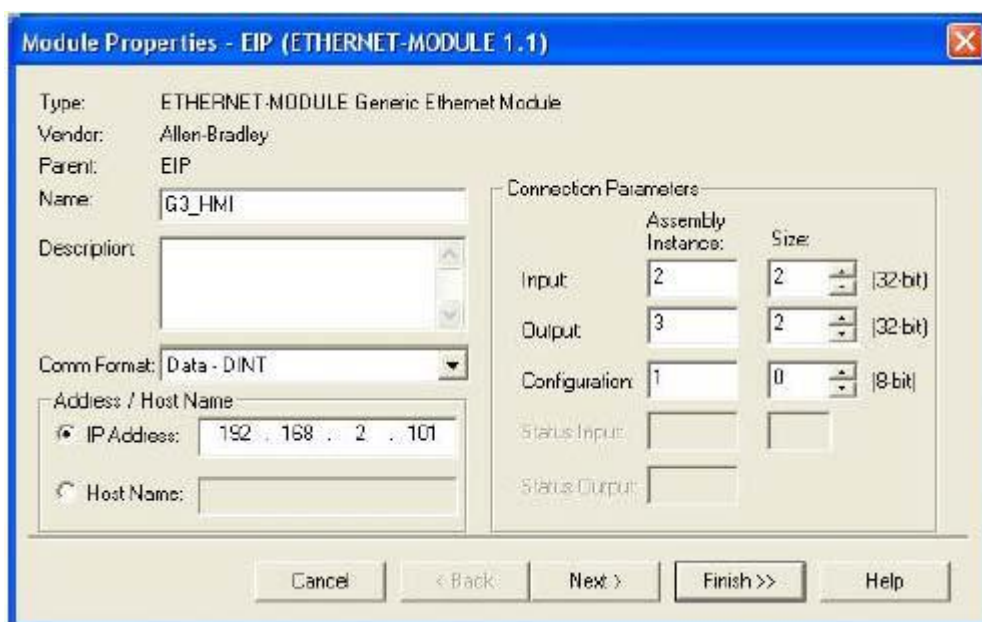

Рис. 73. Свойства модуля Ethernet
- d. Нажмите кнопку OK («ОК»). В результате на экране появится окно Module Properties («Свойства модуля»). См. Рис. 73.
- е. Введите в поле Name («Имя») название, которое в дальнейшем позволит вам опознать модуль. См. Рис. 73.
1. **Параметры Ethernet.** Укажите IP-адрес 192.168.2.101. Этот адрес должен совпадать с адресом, введенным в поле Address/Host Name («Адрес и имя узла»). См. Рис. 73.